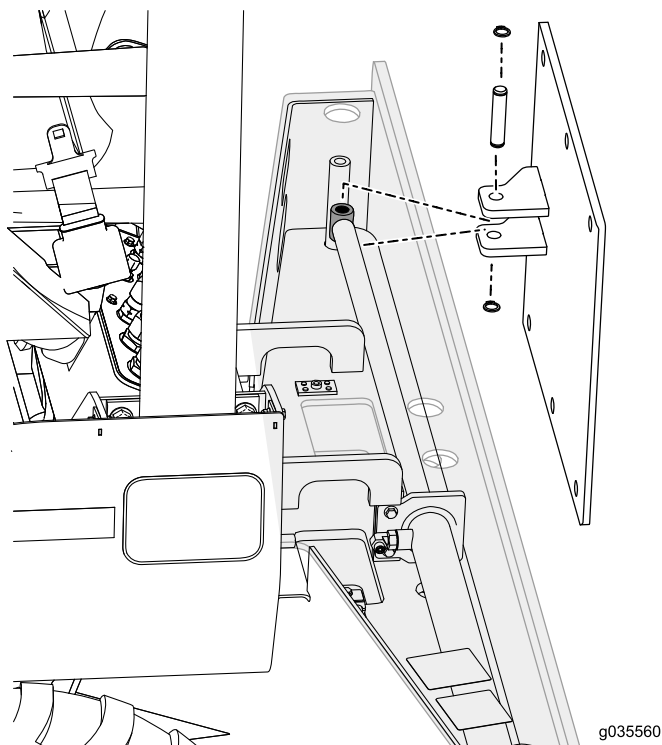

Рисунок 3
6. Прикрепите монтажную пластину механизма смещения к цилиндру с помощью штифта с отверстием и двух стопорных колец, как показано на Рисунок 3.